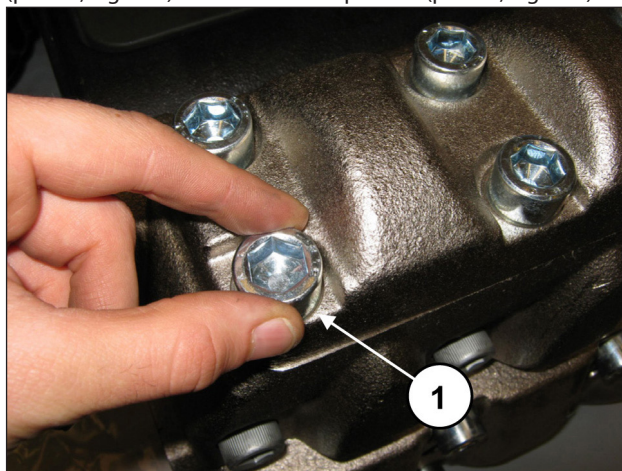
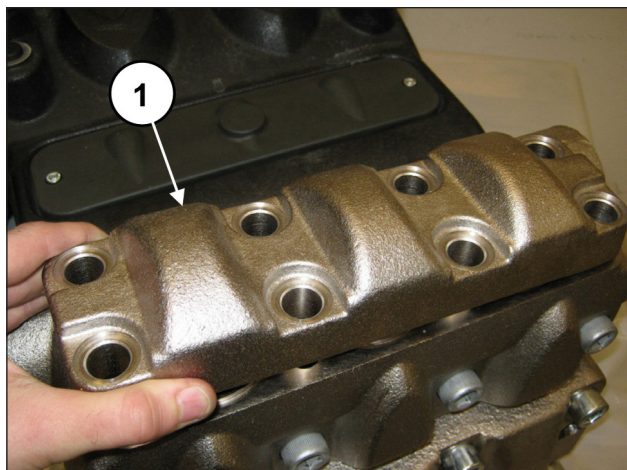

Fig. 139
Fig. 140
Per l'estrazione dei gruppi valvola operare come segue: Svitare le 8 viti M16x45 del coperchio valvole mandata (pos. ①, Fig. 139) e rimuovere il coperchio (pos. ①, Fig. 140).